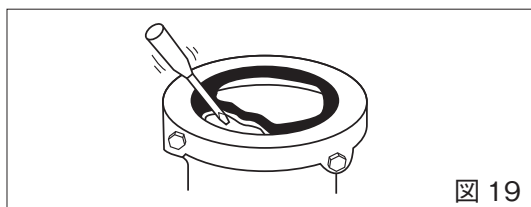

図 19
2. どちらか一方の③ゴムフランジをマイナスドライバー等で図の様にめくってください。(図 19)
3. ③ゴムフランジを②ゴムスリーブからペンチ等で引きはがしてください。
4. ③ゴムフランジを抜いた側から②ゴムスリーブを押すと、①本体から抜き取ることが出来ます。